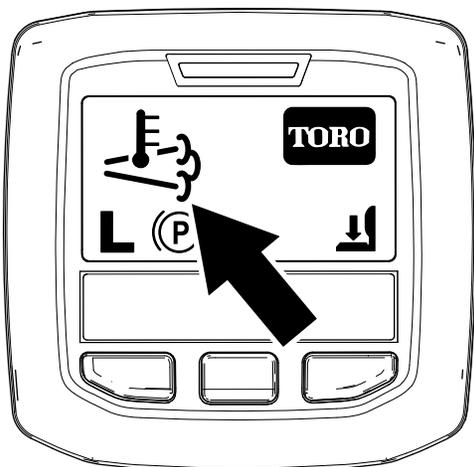

Figura 64
- L'icona della temperatura di scarico elevata viene visualizzata nell'InfoCenter (Figura 64).